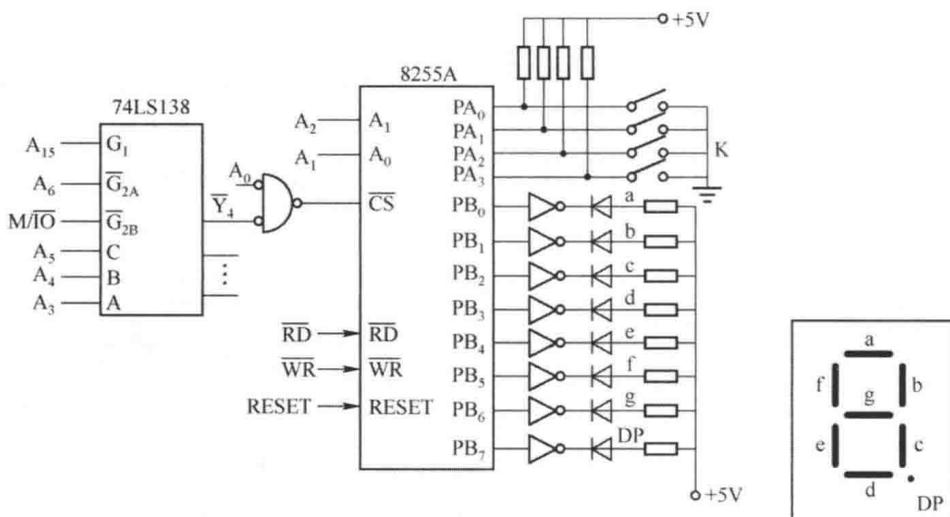

图 7-7 方式 0 举例
**【例 7-1】** 8255A 的 A 口和 B 口工作在方式 0 下，A 口为输入端口，接有 4 个开关，B 口为输出端，接有一个七段发光二极管，连接电路如图 7-7 所示。编写一个程序，要求七段发光二极管显示开关所拨通的值。